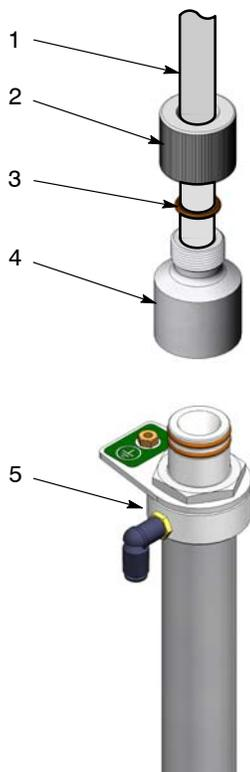

Рис. 7 Узел переходника всасывающей трубки
ПРИМЕЧАНИЕ: Выпускаются узлы переходника для всасывающих трубок, оснащенных/не оснащенных внешним уплотнительным кольцом. На рис. 7 показана всасывающая трубка с внешним уплотнительным кольцом.
1. См. рис. 7. При помощи шлангового резака отрезать конец всасывающего шланга (1) под прямым углом.
2. Протолкнуть примерно 2 дюйма всасывающего шланга через накидную гайку (2).
3. Поставить на всасывающий шланг уплотнительное кольцо (3).
4. Протолкнуть всасывающий шланг в переходник насоса (4) до конца.
7. Вращательным движением надеть узел переходника на всасывающую трубку (5).